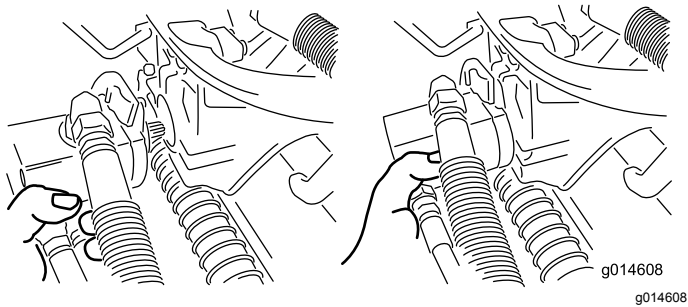

Figura 50
3. Mova o motor para o local de armazenamento na parte da frente do braço de suspensão (Figura 50).